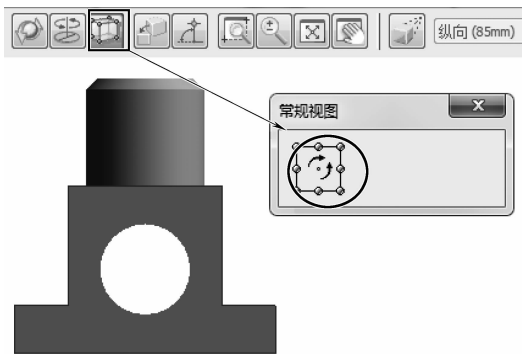
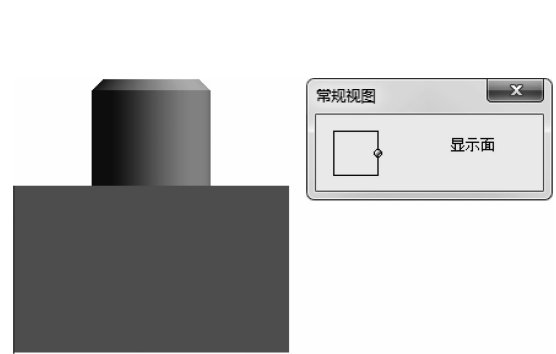

图 9-53 初始方向
图 9-54 调整后的方向
- (3) 在弹出【定制方向】中，用鼠标左键拖动【零件】到想要放置的方位，也可以单击菜单栏中【常规视图】按钮，可以精确地调整视图视角，如图 9-53 所示移动到如图 9-54所示，再单击【关闭】按钮。